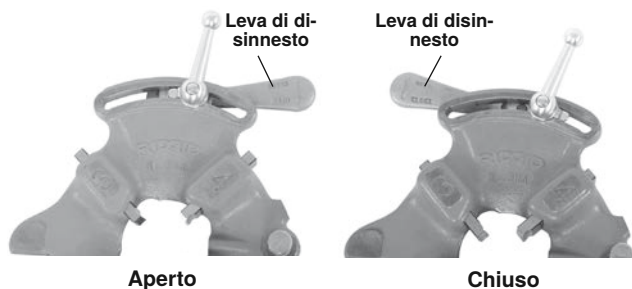

Figura 10 – Posizione della leva aperta/chiusa
2. Spostare la leva di disinnesto in posizione OPEN (Figura 10).